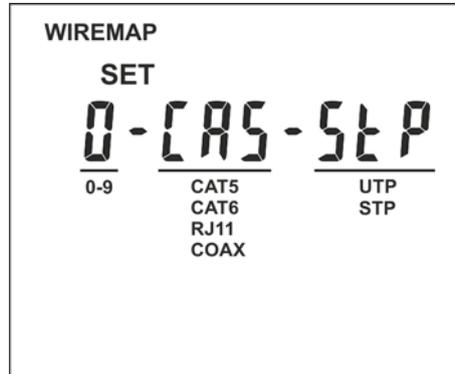

Fig. 5: Configuración tipo de cable
3. Pulse las teclas flecha ← o → hasta visualizar la pantalla de la Fig. 5 parte izquierda